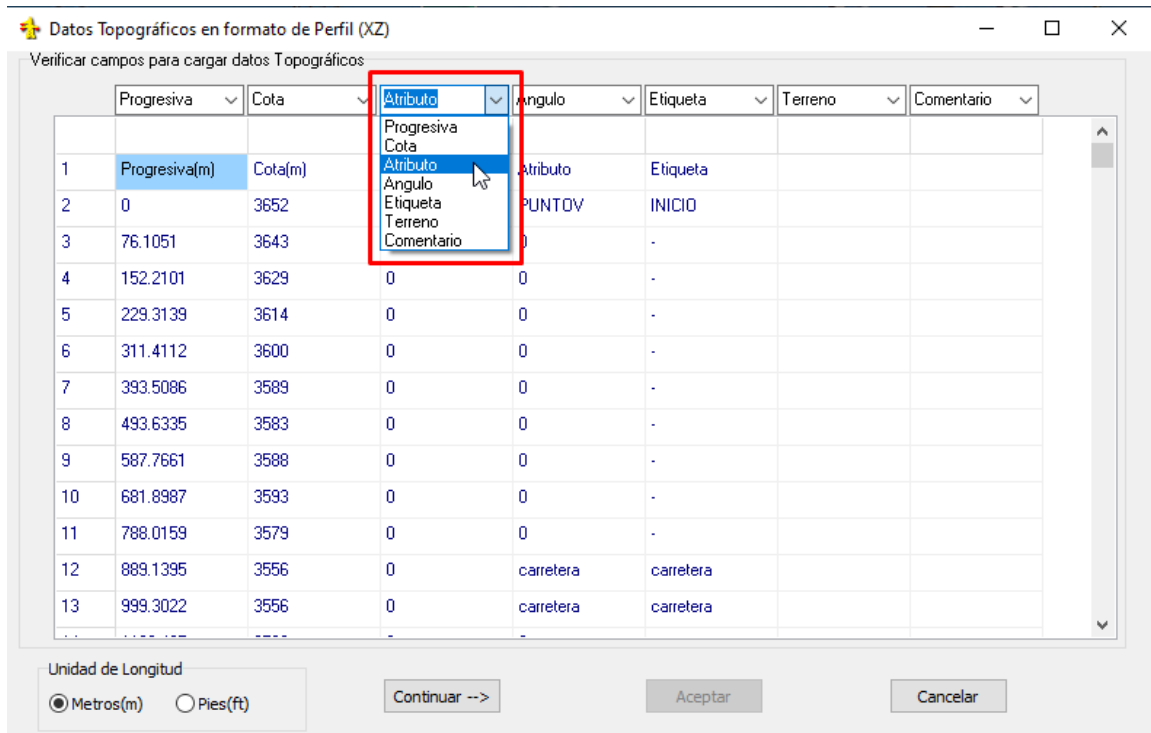

Fig. 3.9
- Verificar que los tipos de datos por columnas correspondan al tipo especificado en la parte superior de la ventana (cuadros desplegables). En caso no coincidieran, indicar el orden correcto seleccionando el tipo de dato que corresponde a cada columna en los cuadros desplegables tal como se muestra en la “Fig. 3.9”. Es importante que, al indicar el orden, no se repitan los tipos de datos en alguna columna (un tipo por columna).